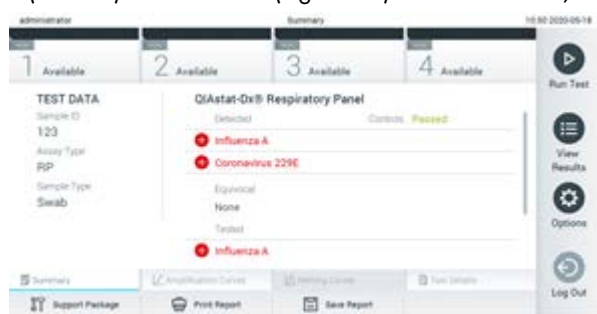

Figura 30. Ecrã Summary (Resumo) de resultados.
11. Depois da ejeção do cartucho de ensaio QIAstat-Dx, é apresentado o ecrã Summary (Resumo) de resultados (Figura 30). Consulte a Secção 5.4 para mais detalhes.